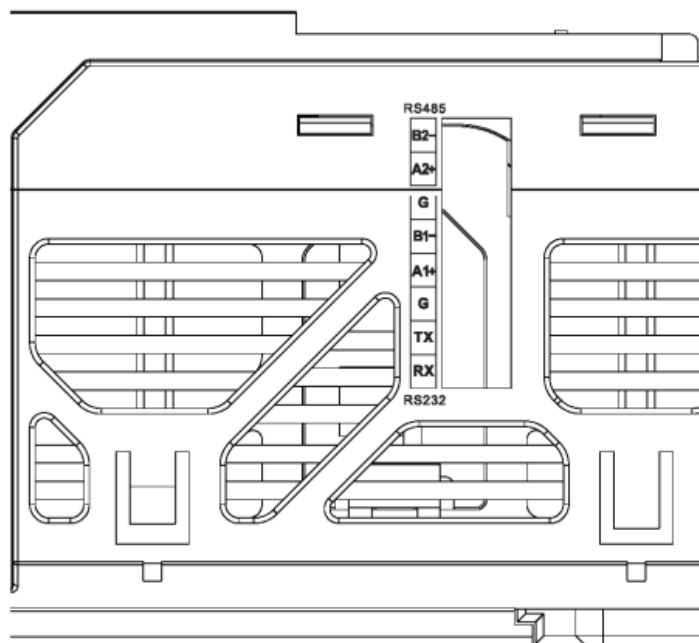

图4 RS485与RS232
■ RS485与RS232接口如图4所示：
■ RS485与RS232引脚定义如图4所示：